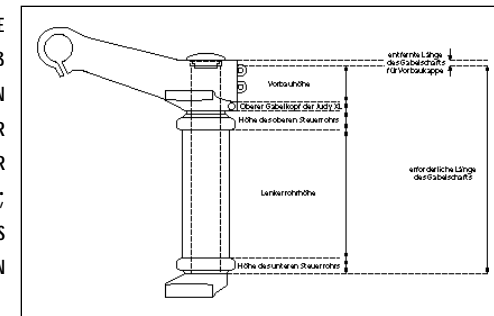

Fig. 3
- Es kann erforderlich sein, das Gabelschaftrohr auf die richtige Länge zu schneiden. Zum Zuschneiden des Gabelschaftrohrs müssen die oberen Rohre abgenommen werden. Dies ist erforderlich, weil die oberen Rohre sonst beim Schneiden des Gabelschaftrohrs auf die richtige Länge im Weg sind. Die Länge des Gabelschaftrohrs wird durch die folgenden Teile bestimmt: Länge der Gabelschaftklemmung des oberen Judy XL/XLC-Gabelkopfes, Länge der Vorbau-Gabelschaftrohrklemmung, Länge des Rahmen-Lenkerrohrs und obere und untere Höhe der Steuersatzgruppe (siehe Abb. 3). Um den Zusammenbau zu erleichtern, sollte der obere Gabelkopf der JUDY XL/XLC erst dann auf die oberen Rohre angebracht werden, nachdem der Gabelschaft auf die richtige Länge geschnitten und der untere Gabelkopf in der erforderlichen Position angebracht wurde. TIP: MESSEN SIE ZWEIMAL, UM DANN RICHTIG ZU SCHNEIDEN!